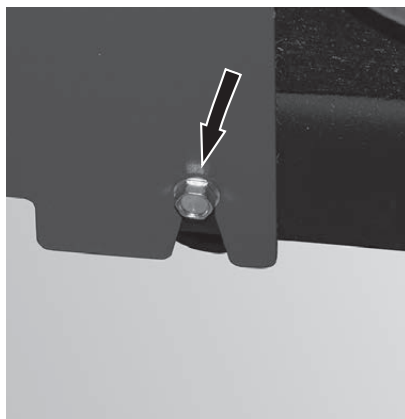
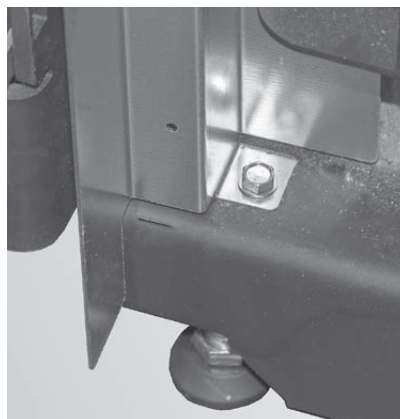

Fig. 32 Serrare la vite sul retro
Fig. 33 1 vite davanti sul basamento
- Avvitare saldamente la parete laterale al retro del basamento in basso a sinistra (Fig. 32), sul davanti in basso con 1 vite autoformante TT M5x12 (Fig. 33) e fissare in alto con 2 viti autofilettanti – Fig. 34.